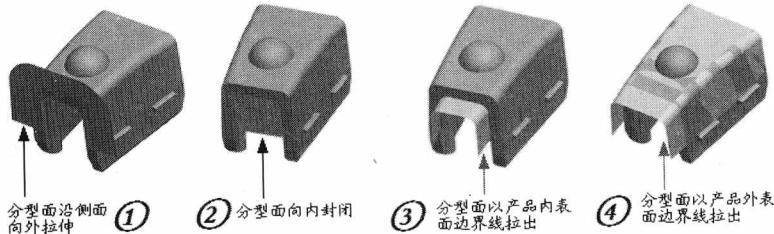

图1-2 分型面沿产品表面拉出的4种情况
2. 用 Pro/E 测量产品最大外形尺寸，对产品的大小有初步概念。进行产品拔模检测，其目的是判断分型线位置。为了更方便观察，在 Pro/E 中做出分型线，初定分型面形状及其封胶方式。在没有检查产品拔模之前，我们知道分型面可以从产品外表面边界线或内表面边界线拉出，如图 1-2 所示。第一种情况封胶效果最差，料位以擦穿面封胶，分型面易磨损，披锋容易沿着分型面往外走，严重影响外观；第二种情况封胶效果一般，料位以擦穿面封胶，分型面易磨损，虽然披锋会沿着分型面往内走，不会影响外观，但修披锋较麻烦，也可能影响内部装配；第三、第四种情况较好，料位以碰穿面封胶，封胶可